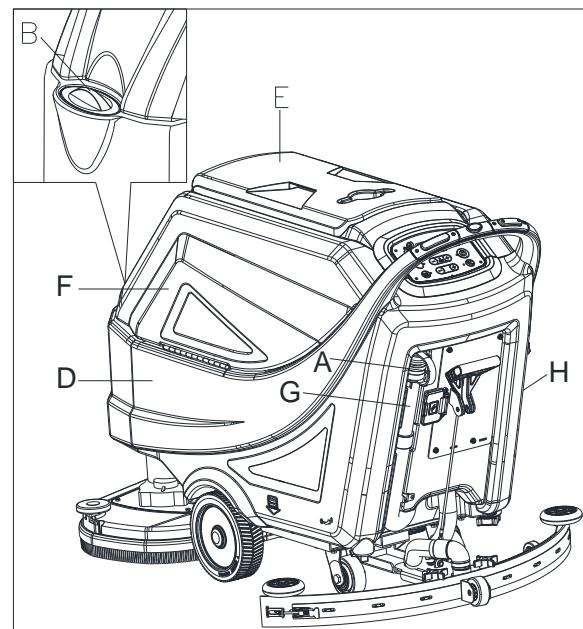

Figura 12
1. Abra la tapa de entrada del agua (B, Figura 12).
4. No llene demasiado el depósito, refiérase al indicador del nivel de agua (H) en cuanto al volumen del agua.